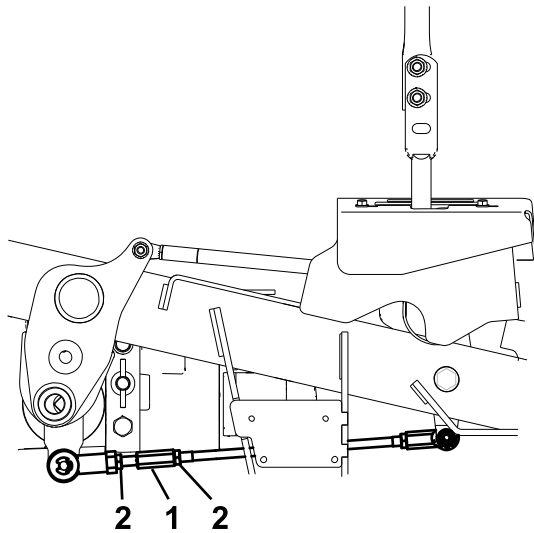

Figure 67
9. Réglez la longueur des tiges de pompes en tournant les doubles écrous dans le sens voulu jusqu'à ce que les roues tournent légèrement en marche arrière (Figure 67).